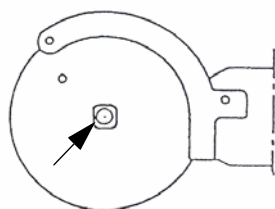

Abbildung 4: Aufsetzen des Sägeblattes
- Wechseln Sie das Sägeblatt. Das neue Sägeblatt auf den Aufnahme-Vierkant setzen (siehe Abb. 4).